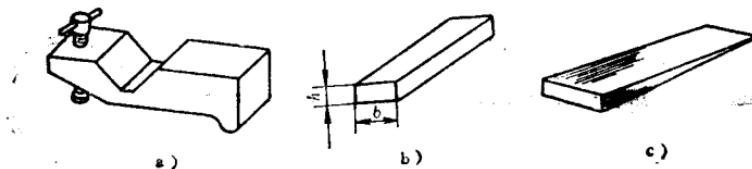

图 7 垫铁
**垫铁** 垫铁是用于支承和垫平工件的工具。图 7 a 用于支承轴类的 V 形垫铁；图 7 b 是用于支承已加工平面的平垫铁；图 7 c 用于支承和调整各种毛坯件的斜楔垫铁。